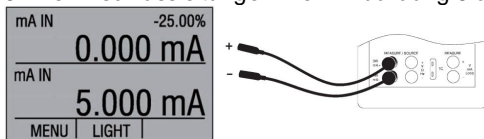

Abb. 6. Messung des Stroms in mA an den Eingangs- und Ausgangsklemmen
3. Die Anschlussleitungen wie in Abbildung 6 anschließen.